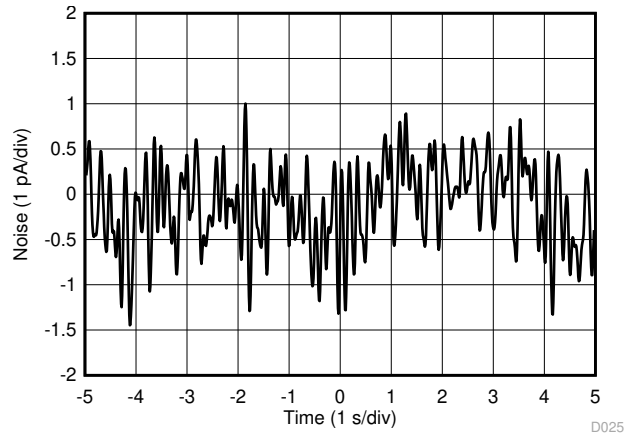

图 7-26. 0.1-Hz to 10-Hz RTI Current Noise
0.1-Hz to 10-Hz RTI Current Noise	图 7-26